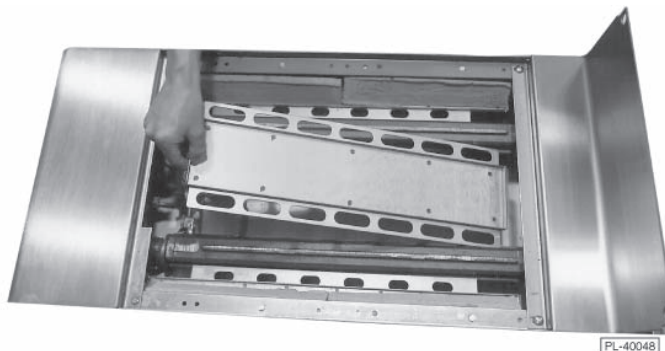

Fig. 13
1. Support du centre (1) – Déposer au centre, la surface uniforme vers le bas (Fig. 13).